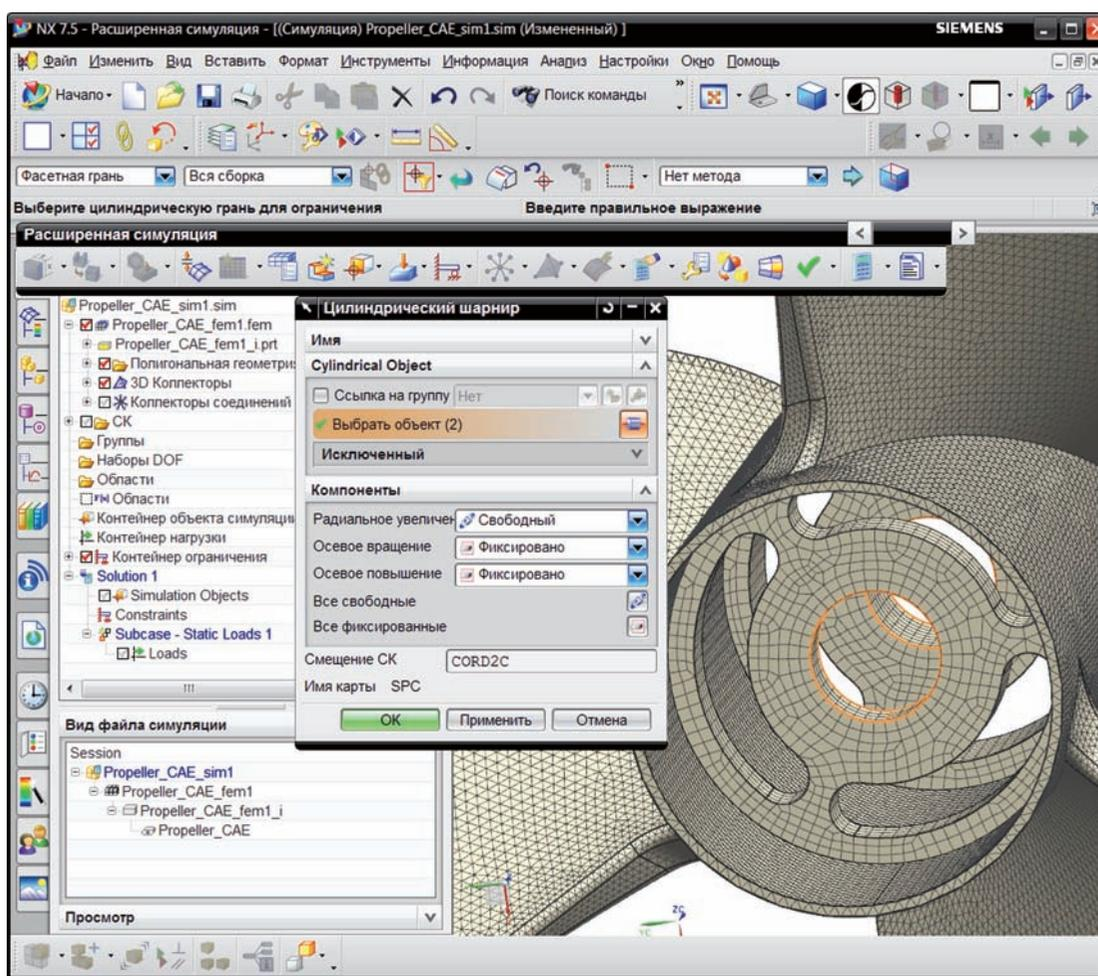

Рисунок 8.29
4.2. Для создания условия ограничения на степени свободы конструкции выполните команду **Цилиндрический шарнир (Cylindrical Constraint)** (панель инструментов **Расширенная симуляция (Advanced Simulation)**, инструменты **Тип ограничения (Constraint Type)**). В диалоговом окне укажите (рис. 8.29):